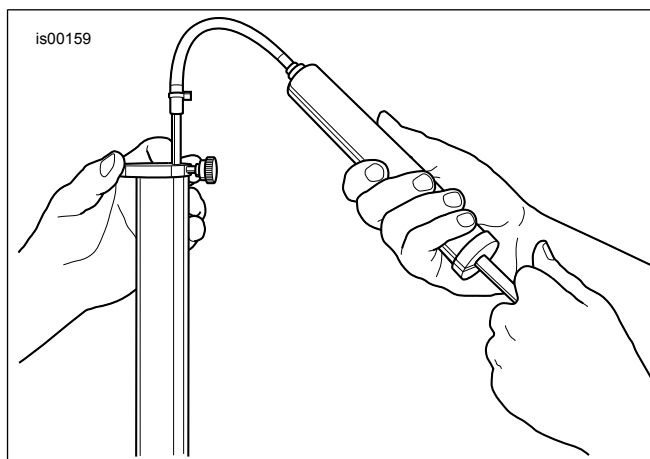

Figura 8. Îndepărtați excesul de ulei de furcă (HD-59000B)
- a. Figura 8 Obțineți indicatorul de nivel ulei furcă frontală (HD-59000B).